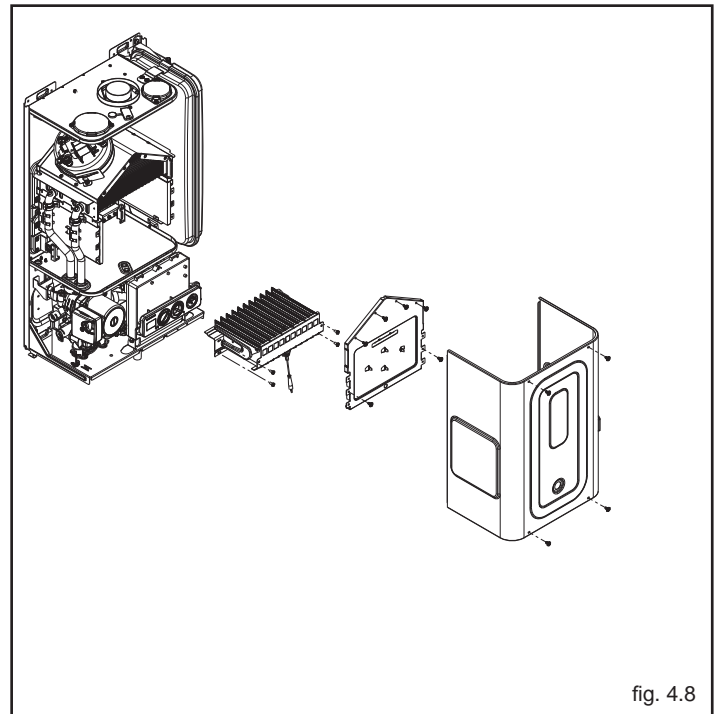

fig. 4.8
- rimuovere in successione: mantello, coperchio cassa aria e coperchio camera di combustione (fig. 4.8)
- togliere le viti di fissaggio del bruciatore e rimuovere quest'ultimo con la candela attaccata ed i relativi cavi (fig. 4.8)